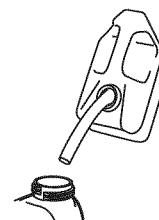

Fig. 5
- Coloque la boquilla del depósito de gasolina en el orificio de llenado del tanque de combustible y llénelo. (Fig. 5)